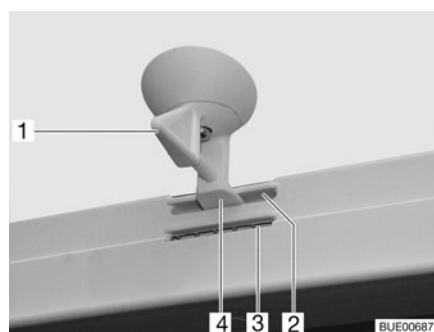
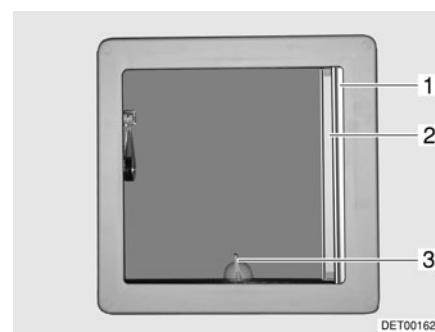

Fig. 65 Lanterneau basculant, dispositif de verrouillage
Fig. 66 Lanterneau basculant
- Tourner le levier (Fig. 65,1 ou Fig. 66,3) d'un quart de tour.
- Tourner le levier d'un quart de tour. Le dispositif de verrouillage (Fig. 65,4) doit pénétrer dans l'ouverture inférieure (Fig. 65,3).
- Tourner le levier d'un quart de tour. Le dispositif de verrouillage (Fig. 65,4) doit pénétrer dans l'ouverture supérieure (Fig. 65,2).
- Retirer le dispositif occultant plissé (Fig. 66,1) et le relâcher lorsqu'il a atteint la position voulue. Le dispositif occultant plissé reste alors à cette position.
- Tirer la moustiquaire (Fig. 66,2) jusqu'à ce que le dispositif de verrouillage s'enclenche dans la partie opposée.